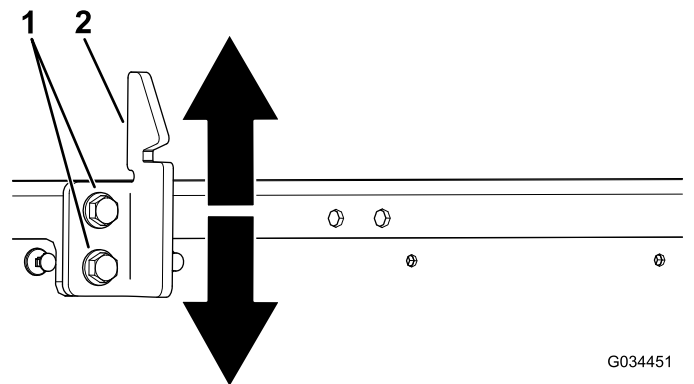

Figure 55
3. Desserrez les 2 boulons sur la gâche du loquet et montez ou descendez la gâche selon qu'elle est trop haute ou trop basse (Figure 55).
4. Serrez les 2 boulons sur la gâche du loquet du plateau (Figure 55).